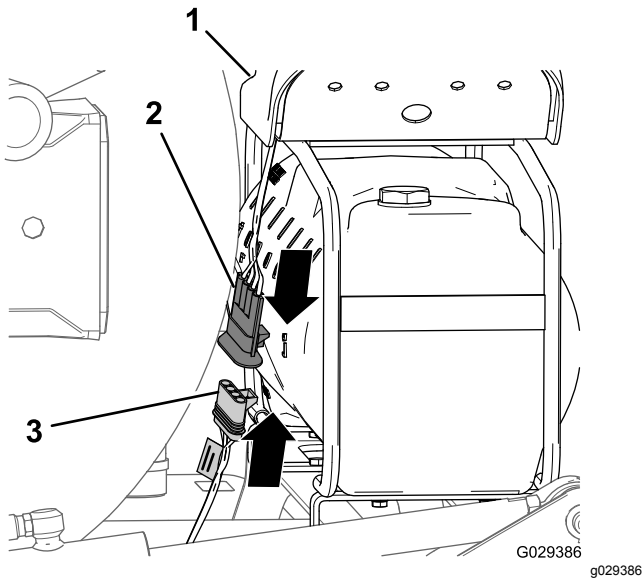

Figura 200
1. Al final de la rama de 236 cm del arnés de cables, alinee el conector hembra de 4 vías del arnés de cables del kit de acabado con el conector de 4 pines del arnés de cables del compresor (Figura 200).
2. Inserte el conector de 4 clavijas en el conector de 4 tomas (Figura 200).